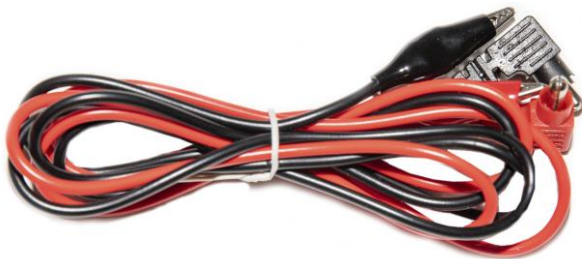

Рис.9
8.3.3.1 Подключить к прибору соединительные провода (Рис.9)
16. Подключить к прибору соединительные провода (Рис.9)